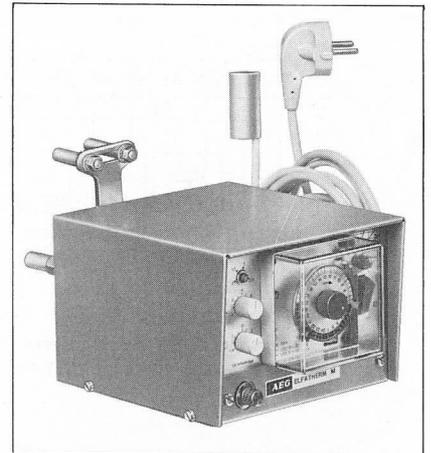

Bild 2 Zentralgerät Elfatherm M6
- Zentralgerät zur Montage auf den Heizungsmischer (Bild 2)